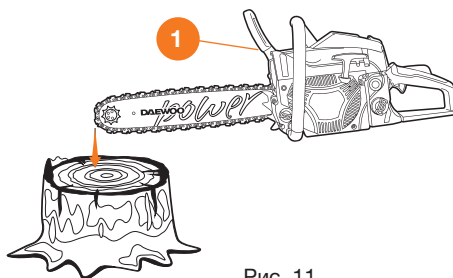

Рис. 11
Проверку работы тормоза цепи бензопилы необходимо производить каждый раз перед её использованием, для этого, удерживая пилу в горизонтальном положении, уберите руку с передней рукоятки ❶ и толкните концом направляющей шины о бревно или кусок дерева тормоз цепи активизируется (Рис. 11). При неэффективной работе тормоза необходимо обратиться в авторизованный сервисный центр для его проверки и ремонта.